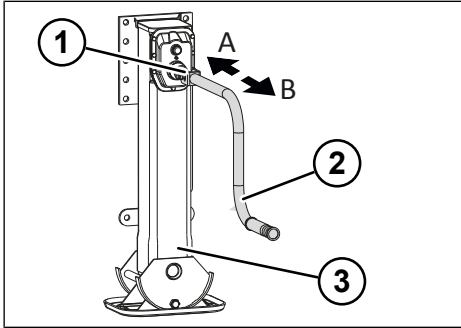

Abb. 5-3: Lastgang und Schnellgang der Stützwinde
- ▶ Schnellgang durch Herausziehen der Handkurbel einschalten (siehe "Abb. 5-3: Lastgang und Schnellgang der Stützwinde", S. 28).
- ▶ Lastgang durch Hineindrücken der Handkurbel einschalten (siehe "Abb. 5-3: Lastgang und Schnellgang der Stützwinde", S. 28).
- ▶ Lastgang durch Hineindrücken der Handkurbel einstellen (siehe "Abb. 5-3: Lastgang und Schnellgang der Stützwinde", S. 28).
- ▶ Schnellgang durch Herausziehen der Handkurbel einstellen (siehe "Abb. 5-3: Lastgang und Schnellgang der Stützwinde", S. 28).